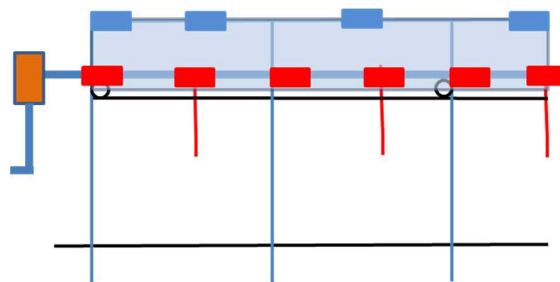

図27 パッカーでマイカー線と雨よけフィルムを一緒に挟む
- 巻き上げパイプと雨よけフィルムの固定は、100cm 毎にパッカーで固定する。この時、巻き上げ用直管パイプに結束したマイカー線を挟んで固定する。(図 27)